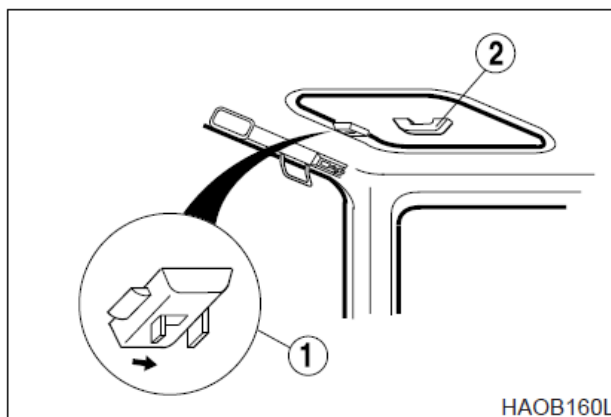

Рис. 105
3. Оттянуть задвижку (1, рис.105) в центре крышки люка спереди и вытолкнуть ее вверх за ручку (2).
3. Потянуть крышку вниз за ручку (2, рис.105) так, чтобы задвижка (1) защелкнулась в скобе, расположенной на раме потолка.